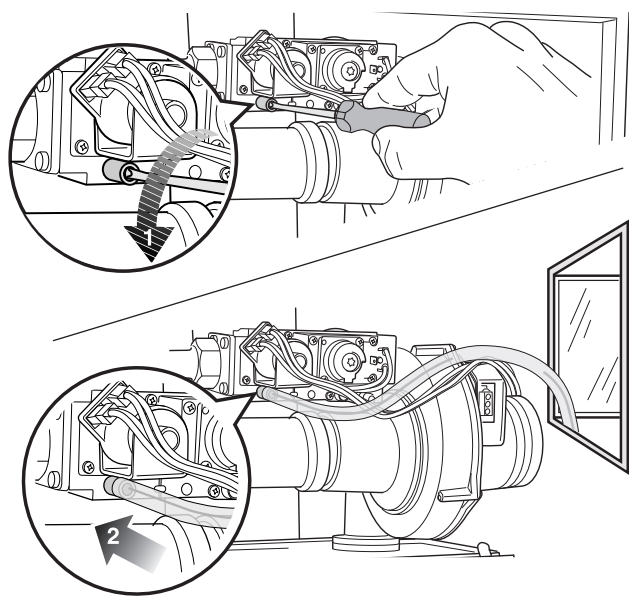

Fig. 62 Sfiato dell'adduzione del gas
- Allentare la vite di chiusura sul nippel di prova per la pressione del collegamento del gas e per lo sfiato (fig. 62) di 2 giri e applicare il tubo.